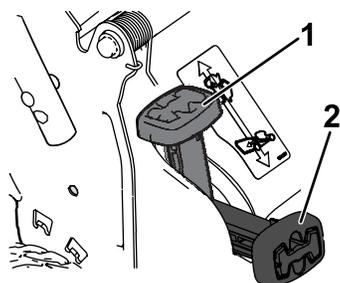

Figura 13
- **Per insaccare erba e sfalcio**, premete il pulsante sulla leva Bag-on-demand e spostatela in avanti fino a quando il pulsante sulla leva non si solleva di scatto (Figura 13).